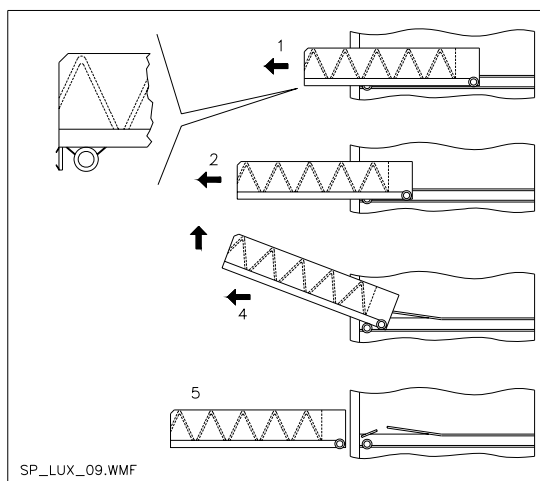
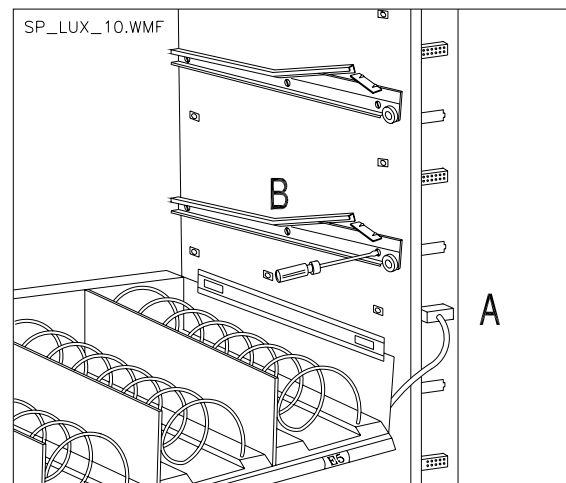

FIG. 8
FIG. 9
Para sustituir el cajón se debe proceder de la siguiente manera: 1) Abrir la puerta principal. 2) Quitar la corriente eléctrica llevando el interruptor a "OFF". 3) Disconectar el conector eléctrico -A- fig. 9. 4) Extraer el cajón forzando el bloque del resorte de posicionamiento. 5) Tirar el cajón hasta el paro, después levantarlo en alto, girarlo en bajo hasta el desenganche de la guía y en fin removerlo de la máquina FIG. 8. Para el montaje de otro cajón, la procedura es la siguiente: 1) Insertar el cajón. 2) Empujar hasta que el cajón se empalma en posición de bloque. 3) Insertar el conector eléctrico -A- fig. 9. 4) Portar el interruptor en posición "on". 5) Cerrar la puerta principal.
9.5 VARIACION CANTIDAD CAJONES (FIG. 9)
Los distribuidores que poseen 6 cajones pueden ser transformados en distribuidores de 7 cajones, de la siguiente forma: 1) Abrir la puerta. 2) Quitar la corriente eléctrica llevando el interruptor a "OFF". 3) Extraer todos los cajones del Distribuidor Automático 4) Desplazar las guías ref. B (la última en bajo está deja en la posición correcta y no necesita desplazamiento). 5) Desplazar los conectores, ref. A. fig. 9, sobre el borde de la caja. 6) Quitar un par de guías y un cableado del conector. 7) Re-montar 7 cajones, controlando que el resorte de bloque esté empalmado y los conectores estén bien insertados. 8) Impostar los nuevos precios.